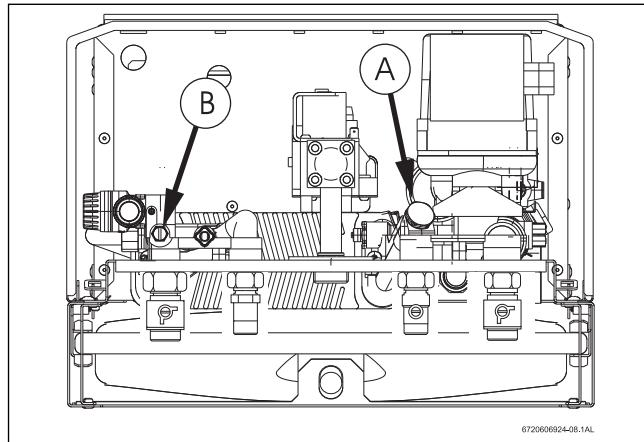

Fig. 56
- ▶ Aflojar el tapón (Fig. 56 , Pos. A).
- ▶ Desenroscar el tornillo de desague (Fig. 56 , Pos. B).